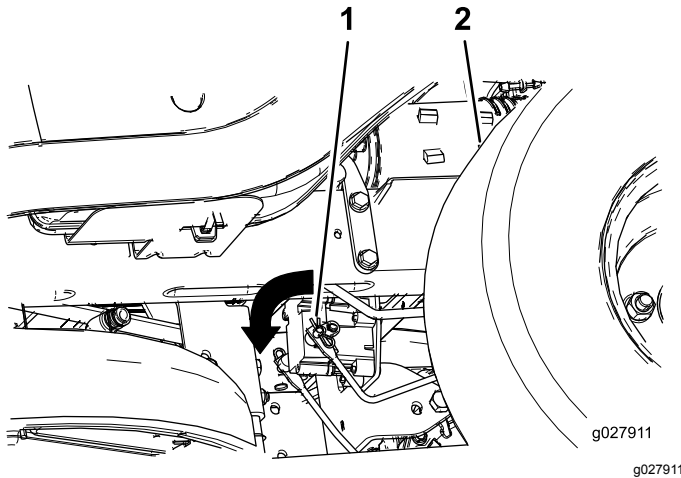

Figure 50
2. Trouvez l'arbre sur le frein électrique au point de connexion des bras de liaison (Figure 50).